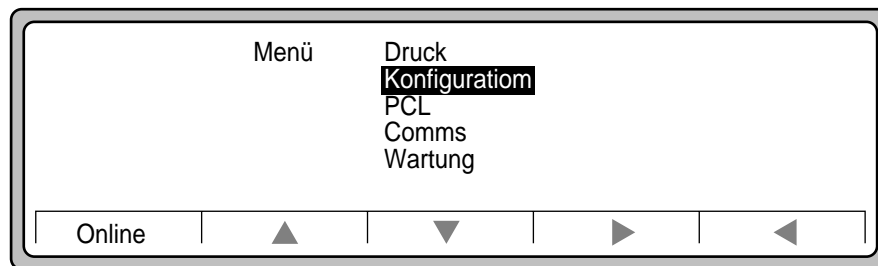

Abbildung 3-26 Konfigurationsmenü
2. Drücken Sie ▼, um zum Menü „Konfiguration“ (Abbildung 3-26) zu wechseln.
4. Drücken Sie ▼, um zum Menü „Reserve“ (Abbildung 3-26) zu wechseln.